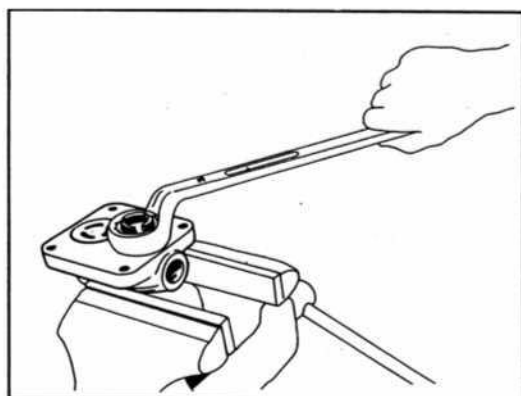

РИС. 123
6) Открутите гнездо всасывающего клапана от головки цилиндра специальным инструментом и удалите его вместе с диском и пружиной клапана (рис. 123).